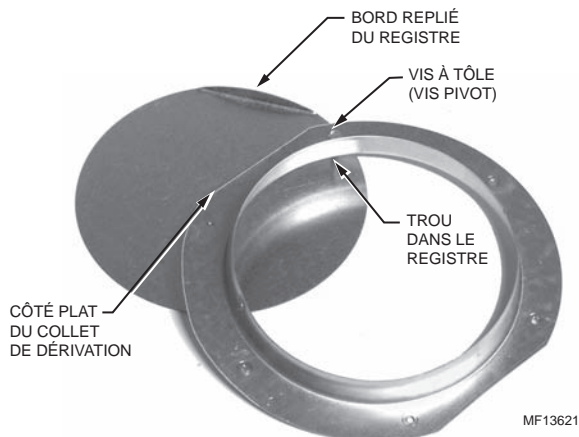

Fig. 11. Installation du registre optionnel.
5. Si le registre optionnel doit être installé, poser une vis à tôle n° 8 de 1,9 cm (3/4 po) dans le registre et le collet de dérivation. Voir la figure 11.